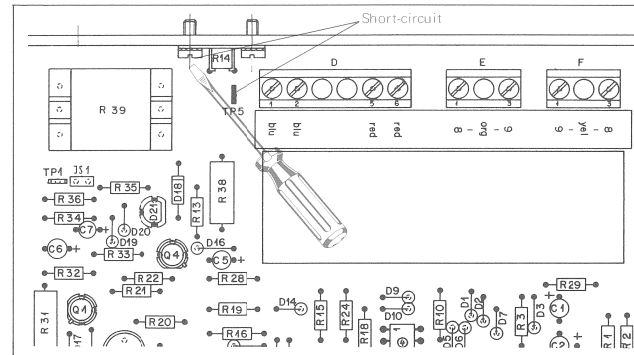

Fig. 1.4.1
- Sofort kurzschliessen mit Schraubenzieher auf Netzteil (1.068.634) zwischen TP5 und +12 V (siehe Fig. 1.4.1). Es ist dabei ein merklicher Stoss im Schraubenzieher zu verzeichnen.
- Use screwdriver to short-circuit TP5 and +12 V in the power supply 1.068.634 (see fig. 1.4.1). When making this connection, a distinct jerk will be felt in the screwdriver.
- A l'aide d'un tournevis, court-circuiter le point test TP5 et +12 V (voir fig. 1.4.1); au moment du court-circuit, il se produira une forte secousse sur le tournevis.